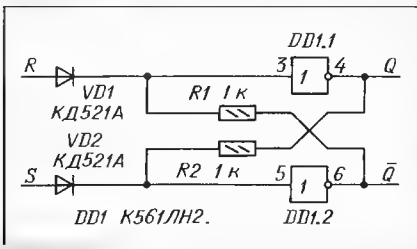
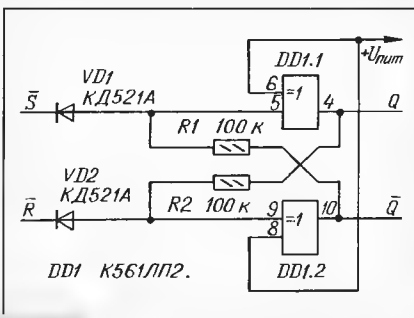

Рис. 7
Рис. 9
**RS-триггер на инверторах.** Для обеспечения положительной ОС в нем должно быть четное число инверторов (минимально — два). Пример схемной реализации триггера на инверторах микросхемы К561ЛН2 показан на рис. 7. Чтобы иметь возможность подавать на входы инверторов импульсы установки, входы развязаны от выходов резисторами R1 и R2, которые образуют цепи положительной ОС. Диоды VD1 и VD2 развязывают триггер от выходов управляющих устройств в режиме хранения.
**RS-триггер на двух элементах ИСКЛЮЧАЮЩЕЕ ИЛИ, включенных инверторами.** При подаче на один из входов этих элементов единичного уровня они становятся одновходовыми инверторами. Поэтому схема триггера, аналогичная показанной на рис. 7, приобретает несколько иной вид — рис. 9. Здесь также показана организация инверсных входов R и S (о чем было сказано подробнее в описании триггера по схеме рис. 7).
Как и триггер по рис. 7, этот триггер также может иметь полный набор входов. Сопротивление резисторов R1 и R2 может быть в пределах от 10 кОм до 1 МОм.
При реализации триггера по рис. 9 на различных элементах микросхемы К561ЛП2 положительную ОС нужно подавать на входы 2, 5, 9, 12, а с плюсовым проводом питания соединять входы 1, 6, 8, 13, иначе в выходном импульсе низкого уровня на выходе Q появится аналогичная "просечка" высокого уровня.